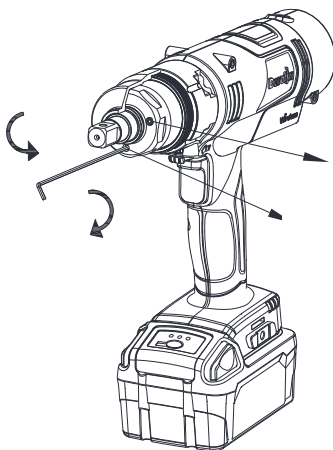

FIG. 4
3. Ajuste la válvula de escape con una llave Allen (2,0 mm) como se muestra en la siguiente FIG. 4 para aumentar la presión de aceite o disminuirla. Gire suavemente en el sentido horario para aumentar el par de torsión; gire en sentido antihorario para disminuir el par de torsión. No gire demasiado la válvula de escape.